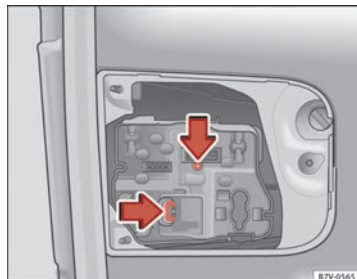

Fig. 212 Nel portellone posteriore: Rimuovere il portalamпада.
5. Premere le linguette di bloccaggio nella direzione indicata dalla freccia ⇒ fig. 212 ed estrarre il portalamпада.